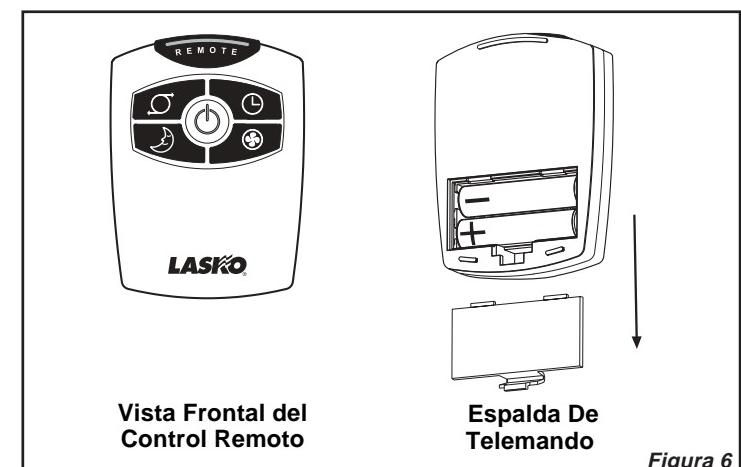

Figura 6
Este Ventilador puede hacerse funcionar mediante los Controles Manuales ubicados en la parte superior de la unidad (como se muestra en la **Figura 5**) o con el Control Remoto (se muestra en la **Figura 6**).
CONTROL REMOTO (Figura 6)
1. Instale las dos baterías "AAA" que vienen con el equipo, como se indica en la **Figura 6**.